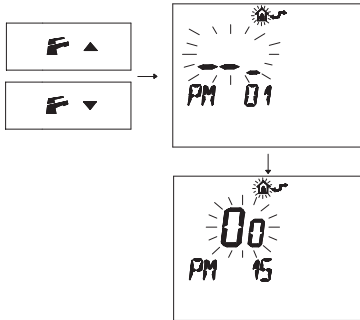

Figura 5.42
- Premere i pulsanti o per visualizzare la programmazione "PM15" abilitazione della sonda esterna (Figura 5.42).